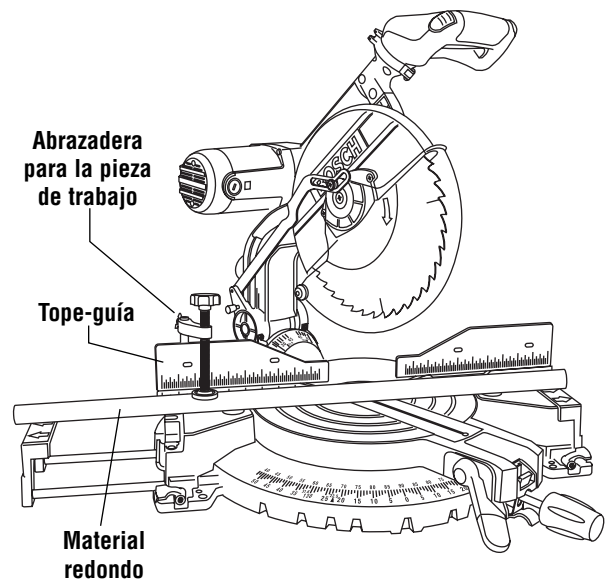

Figura 2. Material redondo
**ADVERTENCIA** Para material redondo, tal como varillas con espiga o tubos, use siempre una abrazadera o un dispositivo de sujeción diseñado para fijar la pieza de trabajo firmemente contra el tope-guía y la mesa. Las varillas tienen tendencia a rodar mientras son cortadas, haciendo que la hoja "muerda" y tire de la pieza de trabajo con la mano del operador hacia la hoja (Figura 2).